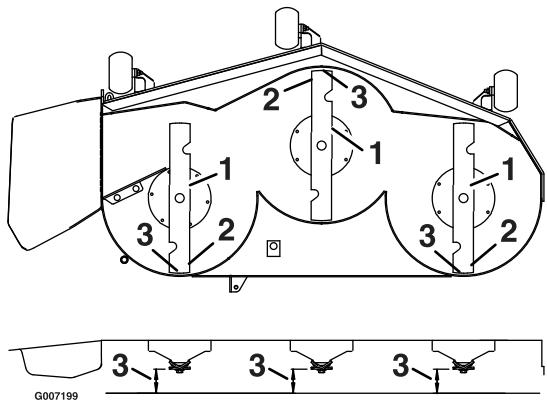

Figure 63
3. Faites pivoter les lames avec précaution pour faire passer les pointes avant à l'arrière (Figure 63).
4. Mesurez la distance entre la pointe de la lame avant et la pointe de la lame arrière par rapport à la surface plane (Figure 63). Si la pointe avant de la lame n'est pas de 1,6 à 7,9 mm plus basse que la pointe arrière, poursuivez la procédure de mise à niveau du plateau de coupe.